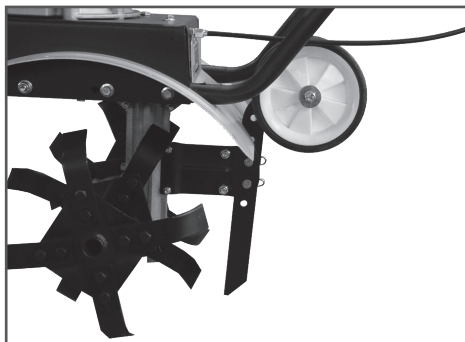

Рис. 16. Установка сошника в рабочее положение
2. Установите сошник с транспортировочными колесами в рабочее положение (Рис. 16). Вставьте сошник в паз кронштейна, совместите отверстия в сошнике с отверстиями в кронштейне и вставьте пальцы крепления сошника. Зафиксируйте пальцы шпильками.